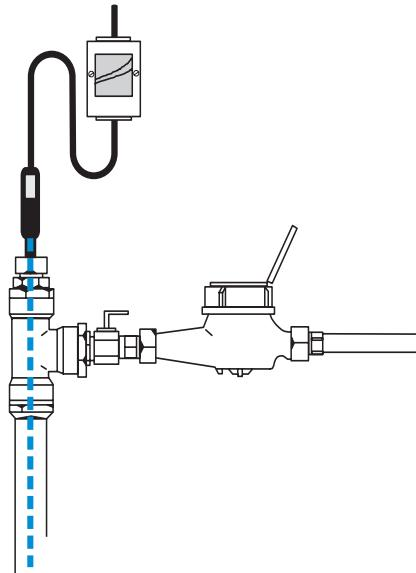

Рис. 10
3. Кабель установлен внутри трубы, см. рис. 10. Специальная муфта (3/4"+1", 10 бар при 23 °C; входит в комплект DEVIaqua™, но заказывается отдельно для DEVIpreheat™) необходима для подключения кабеля к трубе, см. рис. 11.